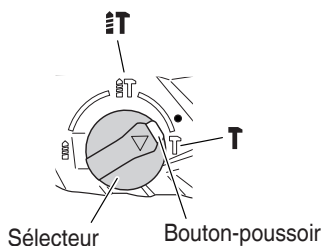

Fig. 13
- (1) Montez la pointe de broyage, le burin ou une autre mèche d'outil.
- (2) Appuyez sur le bouton presseur et positionnez le sélecteur au milieu des repères **T** et **T**. (Fig. 13)